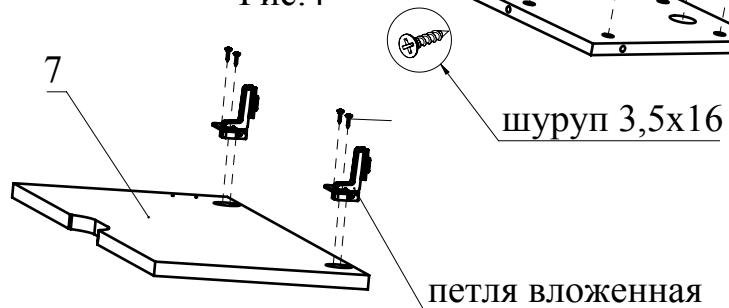

Рис.5
4. При помощи шурупов 3,5x16 закрепите петли вложенные на фасад 7 (Рис. 5).